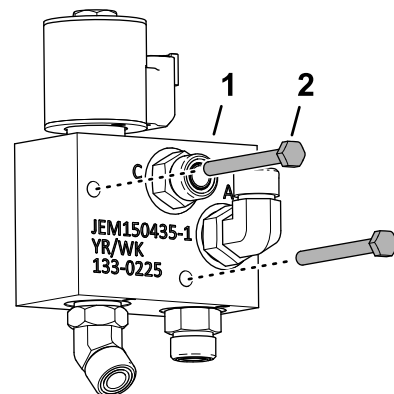

Figura 15
1. Monte los 2 pernos (¼" x 2½") a través del cuerpo de la válvula de bajo caudal, tal y como se muestra en la Figura 15.